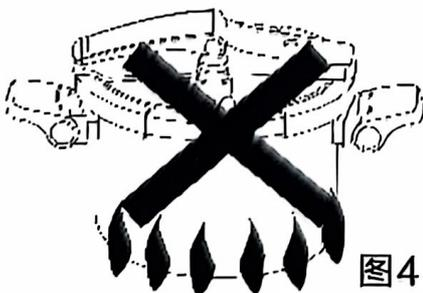

图4
20. 压力锅应在稳定的炉具上使用，用电炉加热时，炉盘口径不能大于锅底直径，用燃气炉灶时，应避免火焰卷烧锅壁（如图4），本产品适用于1.5KW电炉、电磁炉、燃气炉、陶瓷炉、卤素炉。